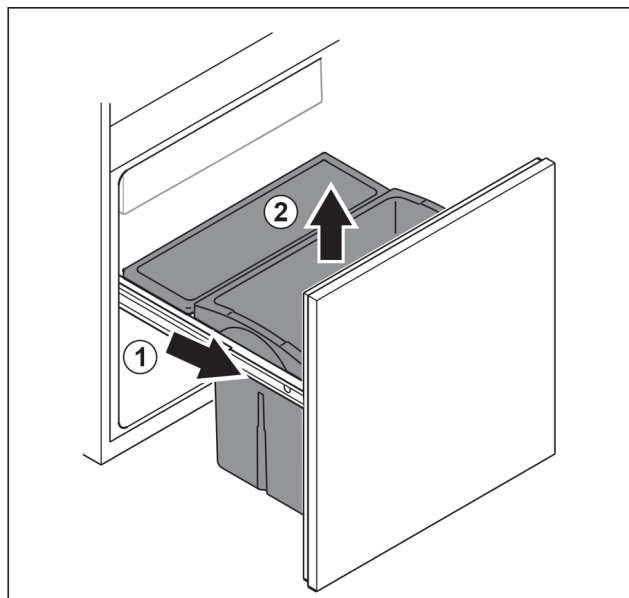

Fig. 100
- ▶ Scoateți căruciorul de extragere până la opritor. Fig. 100 (1)
- ▶ Scoateți sertarul în sus. Fig. 100 (2)